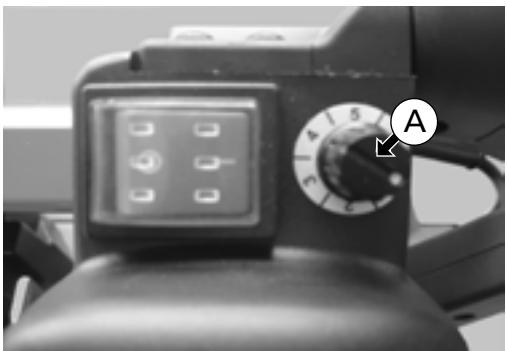

Fig. 13
Para alterar a velocidade da lâmina de corte, rode o comando de operação (A) para a velocidade pretendida (entre "1" e "6" da velocidade mais baixa à velocidade mais alta) - (Fig. 13, 14).
Elementos da Fig. 13 - 14